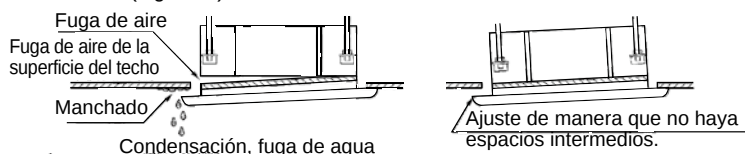

Fig. 9-25
- Si hay un espacio intermedio entre el panel y el techo, deje el panel del techo fijado y realice ajustes precisos en la altura de la instalación de la unidad para eliminar el espacio intermedio con el techo. (Fig. 9-25)